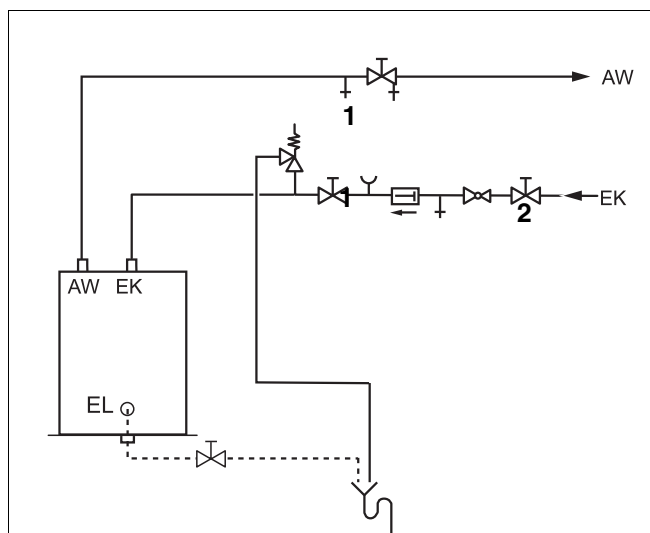

Fig. 11 Installation selon Belgaqua (schéma de principe)
- ▶ Pour purger le préparateur, ouvrir la vanne d'aération (fig. 11, [1]) ou le robinet situé au point le plus élevé.
- ▶ Ouvrir la vanne d'arrêt d'entrée d'eau froide EK (fig. 11, [2]) pour remplir le préparateur.
- ▶ Avant la mise en température, vérifier si la chaudière, le préparateur et les conduites sont remplies d'eau. Pour ce faire, ouvrir la vanne d'aération et de purge (fig. 11, [1]).
<p>DÉGÂTS SUR LE PRÉPARATEUR</p> <p>Si la soupape de sécurité est fermée, le préparateur risque de se détruire à cause d'une pression trop élevée non autorisée.</p> <ul style="list-style-type: none"> ▶ Laissez la conduite d'échappement de la soupape de sécurité (fig. 11, page 14) toujours ouverte.
- que la conduite d'échappement de la soupape de sécurité (fig. 11, page 14) doit toujours rester ouverte.